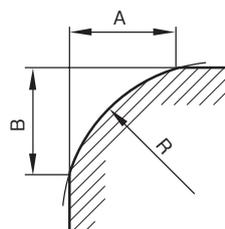

図8
(2) R面取りの調整方法 (図8)
- ① Rチップを取り付けます。(6-1チップの交換方法を参照)
- ② クランプレバーを緩めてください。
- ③ 偏芯リングを回し、Rチップサイズに合わせて偏芯リングの矢印とアダプタの面取り調整用目盛を合わせ、クランプレバーを締め付けてください。
- ④ テストカットを行い、A、B寸法が同一になるように、再度、クランプレバーを緩め微調整してください。
- (1) プレートC側は予め調整されていますので、偏芯リングを回してA, B同一寸法になるように調整してください。(図8)